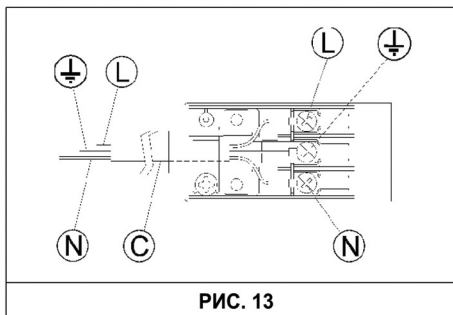

РИС. 13
- Подсоедините провода согласно рис. 13, уделяя особое внимание следующим соответствиям: